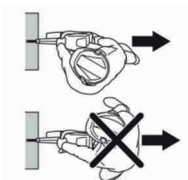

Рис. 30
- Встаньте параллельно режущему диску. Избегайте стоять прямо позади. В случае отдачи бензорез будет двигаться в плоскости режущего диска (рис. 30);